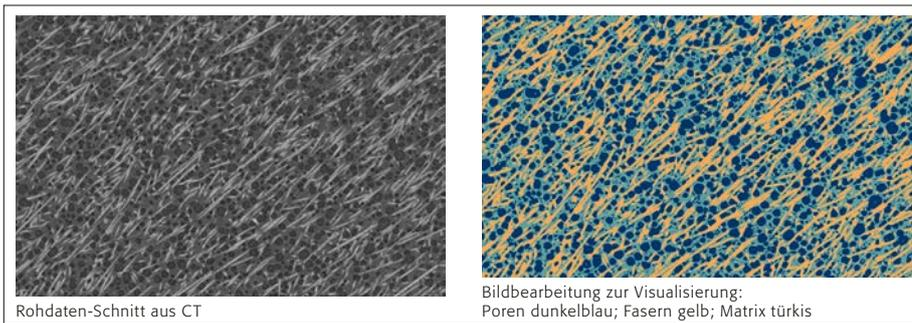

Bild 2: Schaum- und Faserverteilung in geschäumtem Faserverbund-Kunststoff
- Zur 3D-Visualisierung wird die Computertomografie CT eingesetzt. Hiermit können Materialkontraste durch Fasern (Visualisierung der Faserrichtung), Löcher (Gasblasen, Schwundvakuolen, Schaumstrukturen) und Einschlüsse (Fremdmaterial) im Bauteil ohne Zerstörung gefunden werden. Die lokale Auflösung beträgt einige µm und hängt stark von der Probengröße ab. Auch eignet sich die Methode zur geometrischen Ausmessung, um z.B. Soll-Ist-Vergleiche machen zu können. Bild 2 visualisiert einen Ausschnitt eines geschäumten Faserverbundwerkstoffs, bei welchem anschliessend durch Bildverarbeitung Fasern und Poren aufgetrennt wurden.